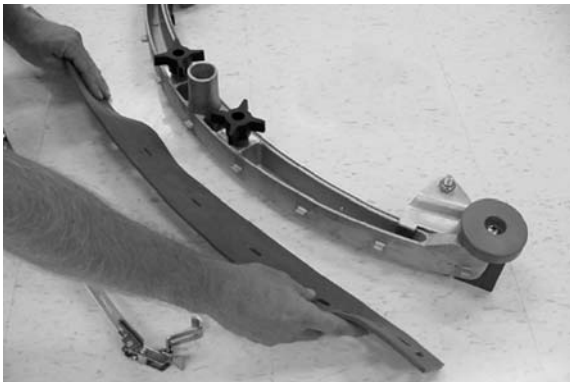

FIG. 38
3. Faites pivoter la lame arrière pour obtenir un nouveau bord nettoyant et réinstallez la bande (Figure 38).